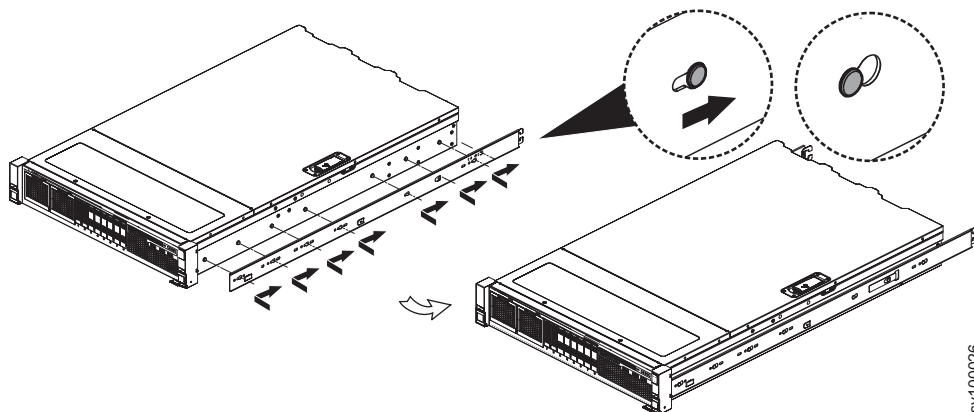

Figure 23. Fixation de l'élément de glissière interne au châssis
4. Installez l'élément interne de la glissière sur le châssis. Aucune vis n'est requise. Faites correspondre les trous de l'élément interne sur les têtes des broches du côté du dispositif, puis faites coulisser la glissière vers l'arrière du dispositif pour verrouiller, comme indiqué sur la figure 23.